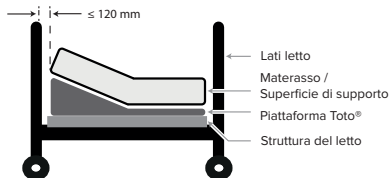

FIGURA 3. LATO TESTA
- Una volta gonfiato, valutare la distanza tra i lati inclinati del materasso e la sponda del letto. Questa dovrebbe essere ≤ 120 mm (Figura 3).